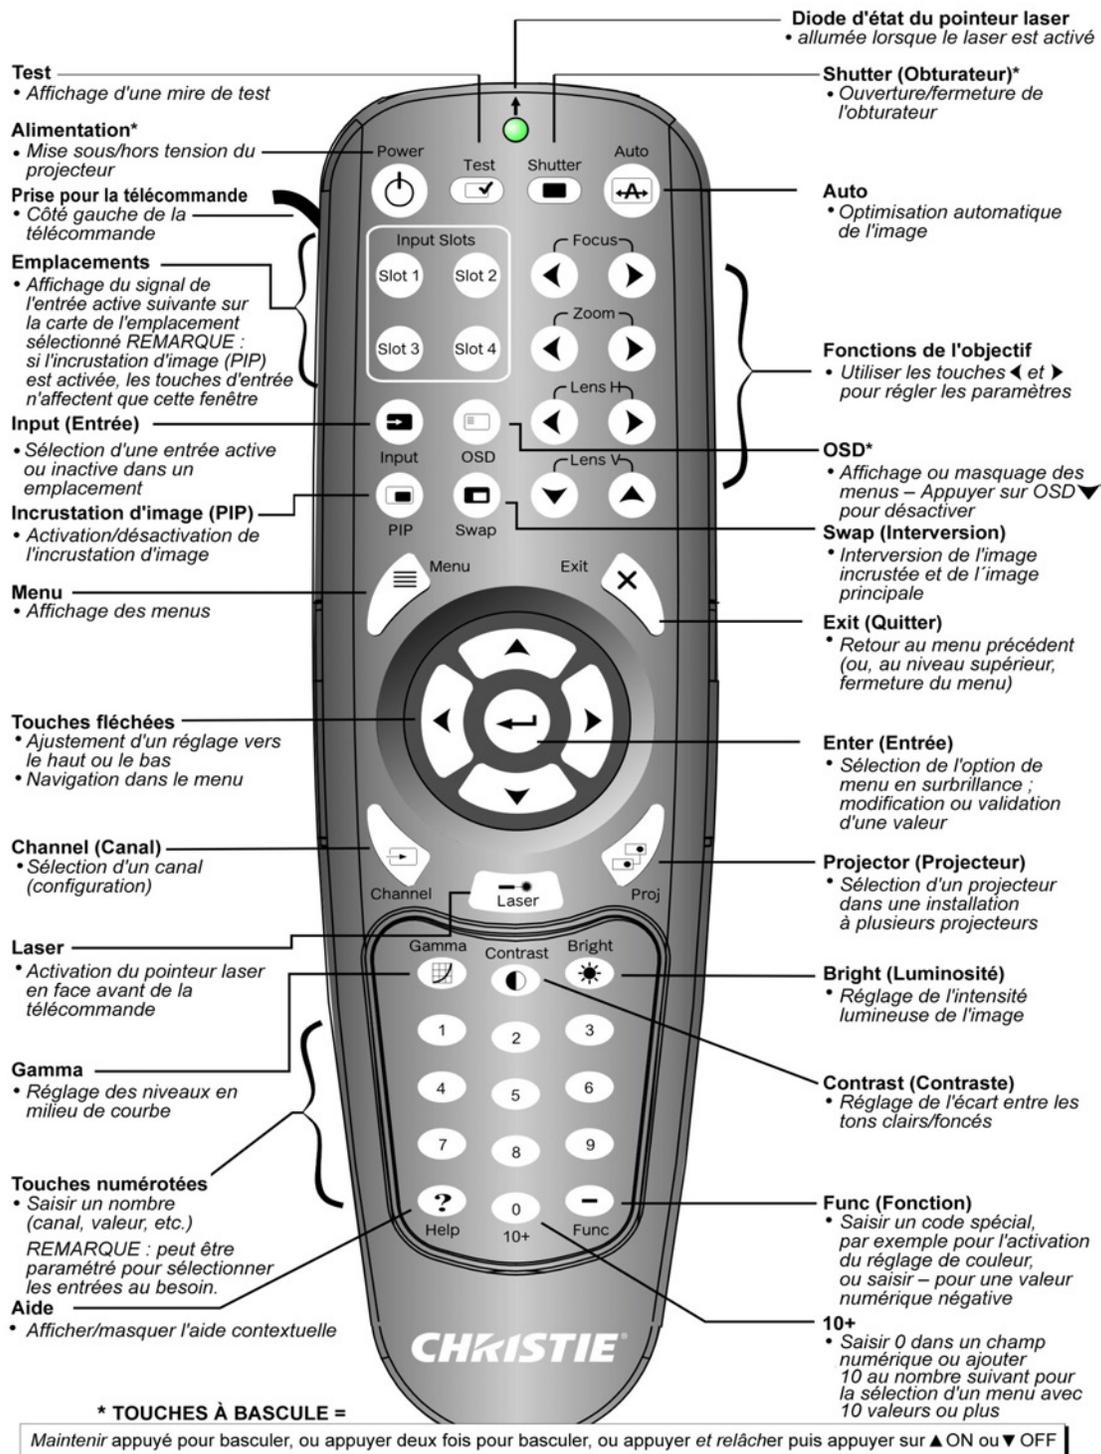

FIGURE 3-1 TÉLÉCOMMANDE
- **Télécommande** : pour le contrôle sans ou avec fil jusqu'à 8 m de distance (câble fourni pour une utilisation filaire). La télécommande contrôle le projecteur via le signal sans fil d'un émetteur infrarouge alimenté par pile. Utiliser la télécommande de la même manière qu'une télécommande de téléviseur ou de magnétoscope. Lors d'un appui sur une touche de fonction, pointer la télécommande vers le capteur infrarouge avant ou arrière du projecteur. L'un des deux capteurs infrarouges du projecteur détecte les signaux et transmet les commandes au processeur interne. Un pointeur laser est intégré à la télécommande. Voir **Figure 3-1 Télécommande**.
**REMARQUE** : utiliser les fonctions **POWER (MISE SOUS TENSION)**, **SHUTTER (OBTURATEUR)** et **OSD** de l'une des façons suivantes : maintenir les touches enfoncées (pendant 2 secondes), ou exercer deux pressions brèves sur les touches puis appuyer sur la **TOUCHE FLÉCHÉE HAUT** pour allumer l'appareil ou sur la **TOUCHE FLÉCHÉE BAS** pour l'éteindre. Voir **Figure 3-1 Télécommande**.
Voir **Figure 3-1 Télécommande** pour la description de ces touches pour la télécommande.
Les commandes spécifiques de la télécommande sont expliquées à la **Figure 3-1 Télécommande**.